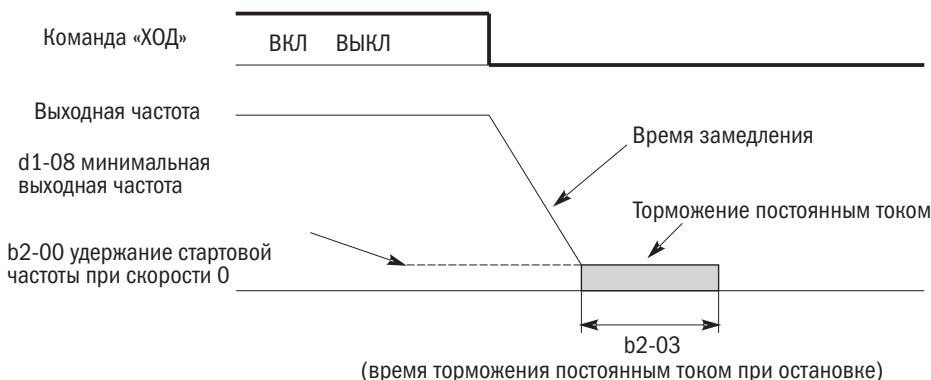

Рисунок 46. Замедление для остановки
- Для регулирования напряжения/частоты при разомкнутом, замкнутом контуре, векторном управлении разомкнутым контуром и векторным управлением разомкнутым контуром РМ: если выходная частота падает ниже значения b2-00, включается система торможения постоянным током на время, установленное в b2-03. См. рисунок 46.